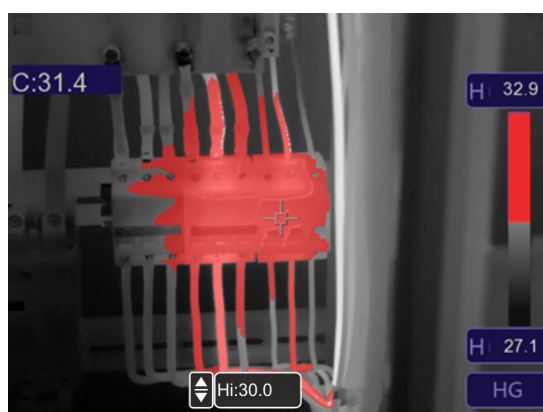

Fig. 40: Selección isoterma Alarm high Temp
5. Toque el rango “Hi” en la parte inferior del visualizador y utilice las teclas flecha ▲ o ▼ para configurar el valor del umbral de temperatura máxima más allá de la cual el instrumento muestra los puntos de la imagen en color rojo y en gris los restantes puntos (ver la Fig. 40)